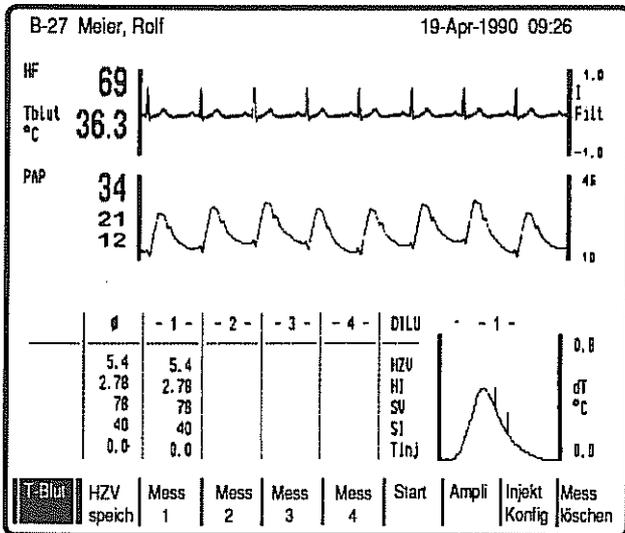

Bild 11 *HZV : Herzzeitvolumen*
- * Sobald das Gerät die ersten Meßpunkte der Dilutionskurve ermittelt hat, beginnt es mit der Darstellung dieser Kurve. Der zugehörige Meßwert erscheint am Ende der Messung in der Tabelle unter **Mess 1** (Bild 11).